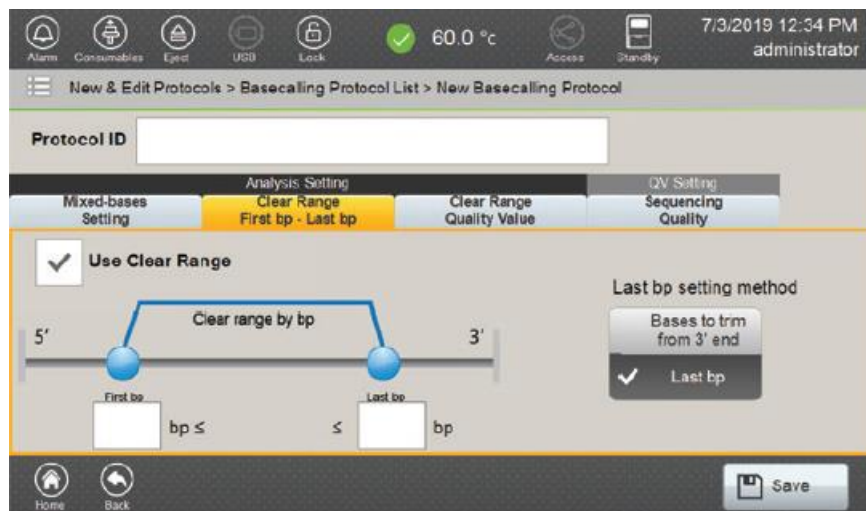
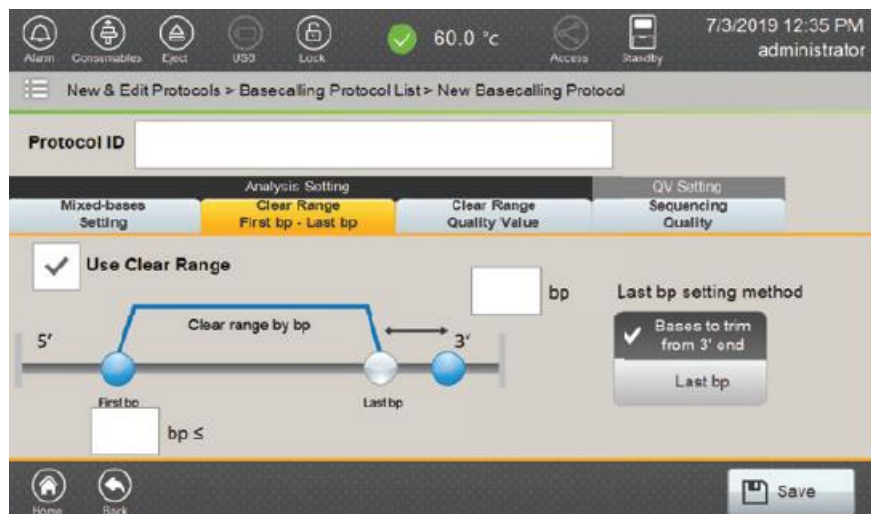

図 123 Use Clear Rang : Last bp 画面
図 124 Use Clear Range : Bases to trim from 3' end 画面
Clear Range First bp-Last bp	<p>Clear range（図 123、124）にある入力欄を使って最初と最後の bp を決めるために、“Use Clear Range”にチェックを入れてください。</p> <p>注： 新しく Basecalling Protocol を作る場合、デフォルトでは Clear Range First bp-Last bp が無効になっています。（チェック Box にチェックが入っていません）basecalling protocol で Clear Range First bp-Last bp のメソッドを使う場合、検討される解析の first bp の位置は、First bp の項目に 5'bp を入力することで設定されます。</p> <p>3' end point（last bp の位置）には、clear range の 3' end を設定するための 2 つの last bp の設定メソッドが使用できます。</p> <ul style="list-style-type: none"> ・ Last bp：解析をするシーケンスの最後の bp を入力する。（Last bp の項目に 3' bp の位置を入力する）（図 123） ・ 3' end から切り取られる base：最後の bp として定義するシーケンスの 3' end から指定した base 数を切り取ります。（切り取る base 数を bp の入力欄に入力する）（図 124） <p>First bp と Last bp や 3' end から切り取ることができる base の最小値と最大値は、それぞれ 1bp と 1200bp になります。</p>
- 最初と最後の base 設定を選択するボタンを有効のために、**Use Clear Range** のボックスにチェックを入れます。(図 123)
ここにチェックが表示され有効になっている場合、解析の対象となる最初の bp の値を **First bp** の項目に入力します。次に 3' end から切り取る base 数を **bp** の項目に入力します。(図 124) この設定に基づき、解析の対象となる最後の bp は、得られたシーケンスの長さに依存します。